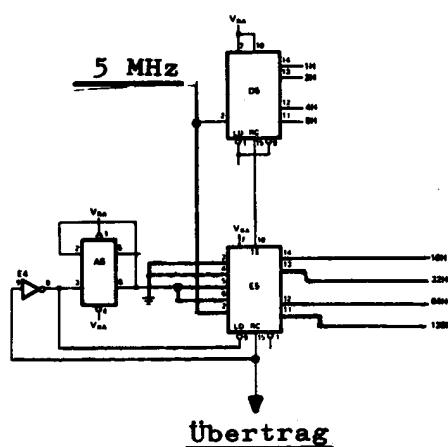

Abb. 2
2. Horizontale-Zählerstufe (Abb. 2)